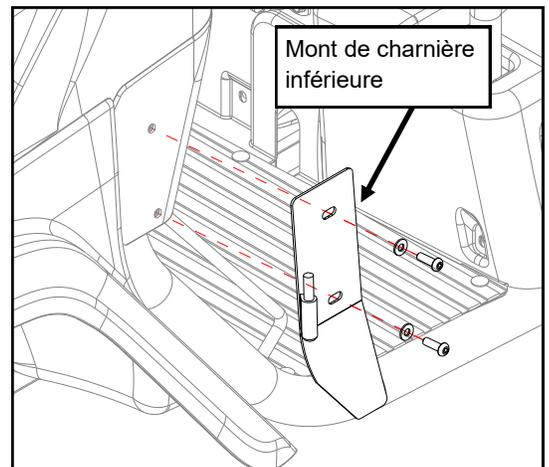

Fig. 8
8. Installez le mont gauche de charnière inférieure au véhicule en utilisant (2) vis de capuchon de tête de bouton M8 et rondelles en acier, comme indiqué. Laissez le doigt serré. (voir fig. 8)